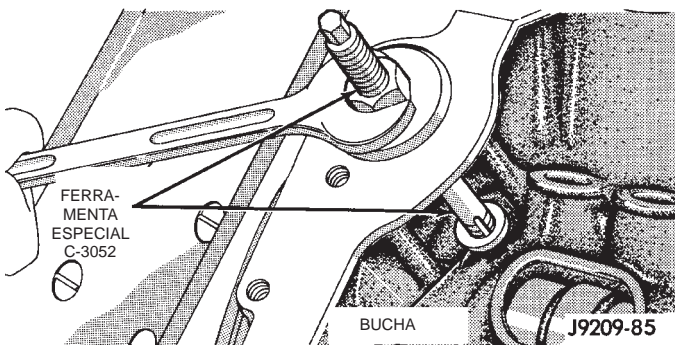

Fig. 44 Remoção da Bucha do Eixo Propulsor do Distribuidor
(1) Remova o distribuidor, consulte o Grupo 8D, "Sistema de Ignição" para obter o procedimento adequado.
(2) Remova o coletor de admissão (consulte o Grupo 11, "Sistema do Escapamento e Coletor de Admissão").
(3) Insira a Ferramenta do Extrator de Bucha do Eixo Propulsor do Distribuidor C-3052 na bucha velha e rosqueie para baixo até que fique bem ajustada. (Fig. 44)
(4) Segure o parafuso do extrator e aperte a porca do extrator até que a bucha seja removida.